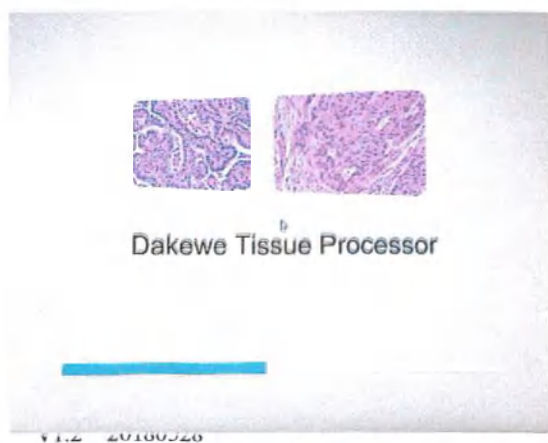

Рис. 23
4. После завершения инициализации система войдет в учетную запись "Администратор" для создания интерфейса руководства (Рис. 23).